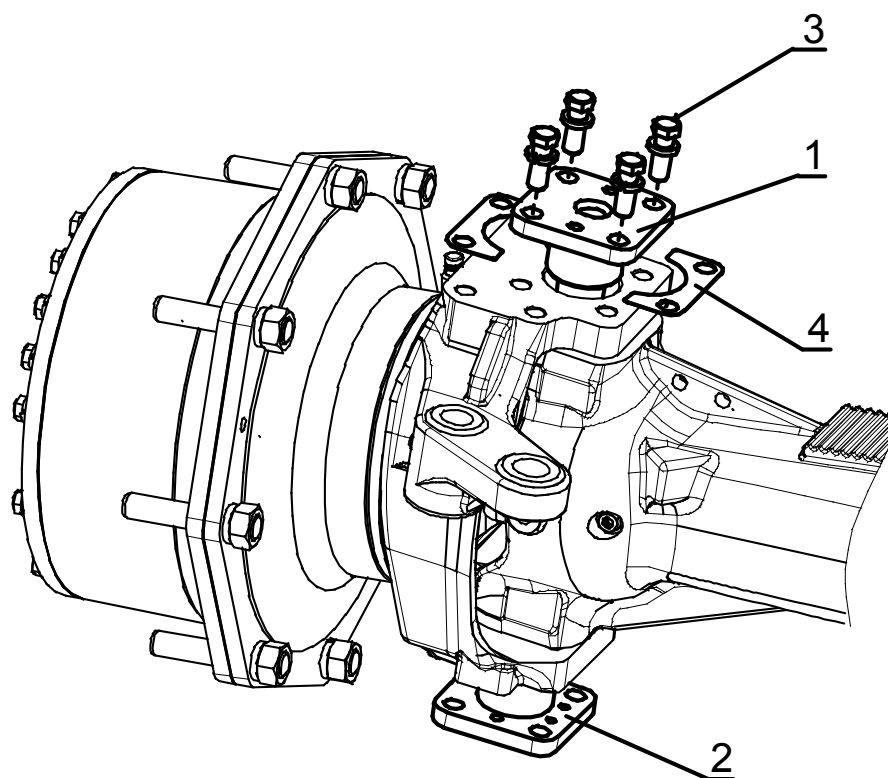

Рис.5.6
- 1) отверните болты (3), (рисунок 5.6), верхней и нижней осей шкворня (1) и (2);
- 2) снимите, при помощи демонтажных отверстий М12, верхнюю ось (1), (рисунок 5.6), вместе с набором регулировочных прокладок (4), а затем аналогично снимите нижнюю ось (2);